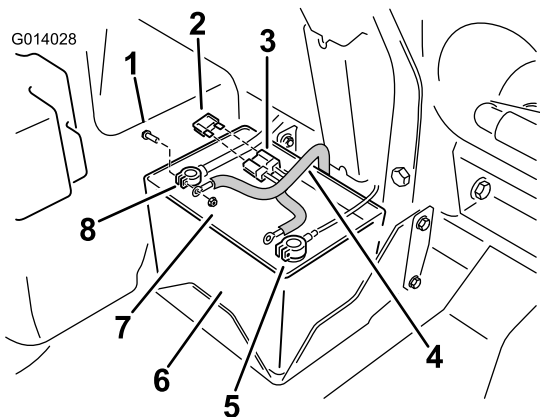

Figura 17
4. Ligue o terminal de anel positivo, vermelho, na cablagem eléctrica ao dispositivo de ligação ao cabo vermelho da bateria (Figura 17).
5. Ligue o terminal de anel negativo, preto, ao cabo negativo da bateria (Figura 17).
8. Na bateria, instale o fusível no conector aberto na cablagem (Figura 17).